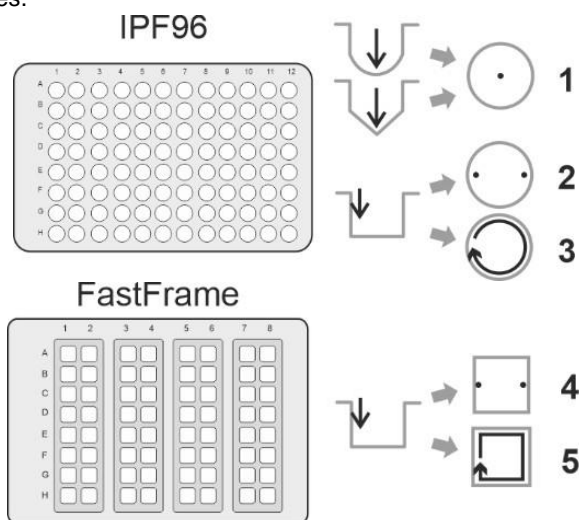

Figura 1. Métodos de Aspiração
5.5 **Seleção do programa.** Todos os programas são divididos em 5 categorias com 10 programas cada. Cada categoria corresponde a um tipo diferente de microplaca e, portanto, a um método de aspiração diferente (ver figura 1):
- Categoria **IPF96 U/V** (1) destina-se a imunoplasacas em forma de U e V.
- Categorias **IPF96 FLAT-2** (2) e **IPF96 FLAT-C** (3) destinam-se a imunoplasacas de fundo plano.
- Categorias **FastFRAME-2** (4) e **FastFRAME-C** (5) destinam-se a placas Watman Schleicher & Shuell FastFRAME com cavidades retangulares.